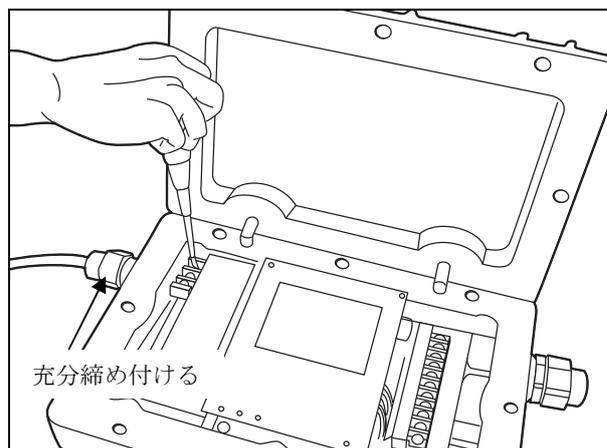

図5-4; 結線
- (4) 電線接続口より外部ケーブルを中に通し、圧着端子を用いて確実に結線してください。(図5-4)
- (5) 配線完了後、引込金属のユニオン部分は十分締め付けてください。